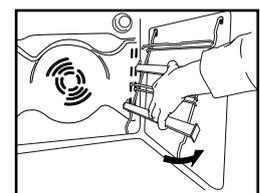

Fig. 4
4. Befestigen Sie die Einhängegitter wieder im Backofinnenraum (Abb. 4).